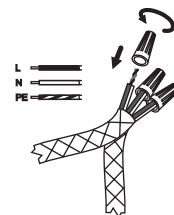

Рис. 3
- 4.13. Соединить провода ЭПС с проводом из стены с помощью изолирующих колпачков (входят в комплект поставки) и скрутить их (рис. 3).